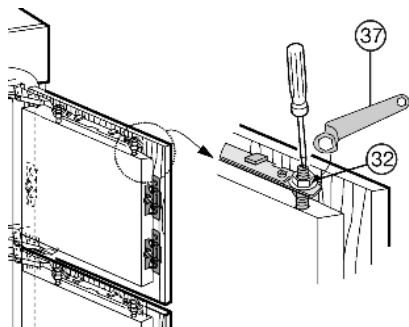

Fig. 26
- ▶ Contramoeren Fig. 26 (32) met de ringsleutel Fig. 26 (37) vastdraaien, daarbij stelbouten Fig. 26 (33) met een schroevendraaier tegenhouden.